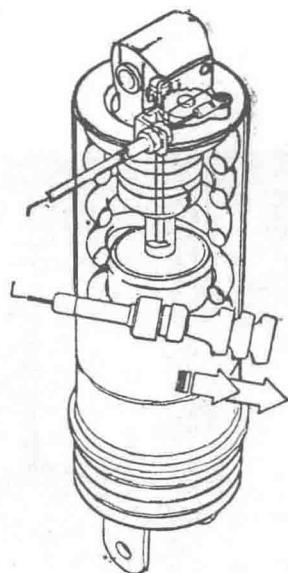

图 30
⑦ 减震器的减震特性可以调节，当二人乘坐或载物时应随时调节(图30)。